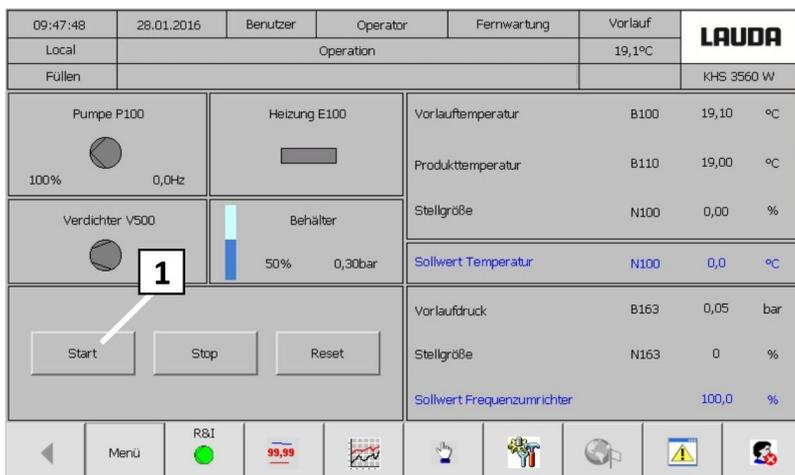

Fig. 74: Pantalla Funcionamiento
**18.** Pulsar la tecla INICIAR(Fig. 74 [1]) bomba P100 activada y por consiguiente la especificación del valor nominal calentamiento o enfriamiento activada